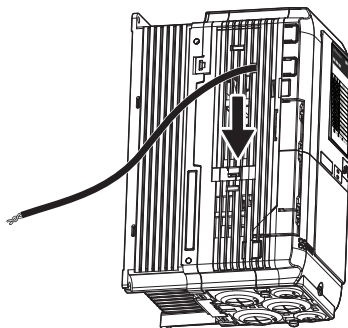

Figura 4.32 Volver a colocar la cubierta del conector (2)
4. Deslice la cubierta del conector en su lugar como se muestra en la Figura 4.32.